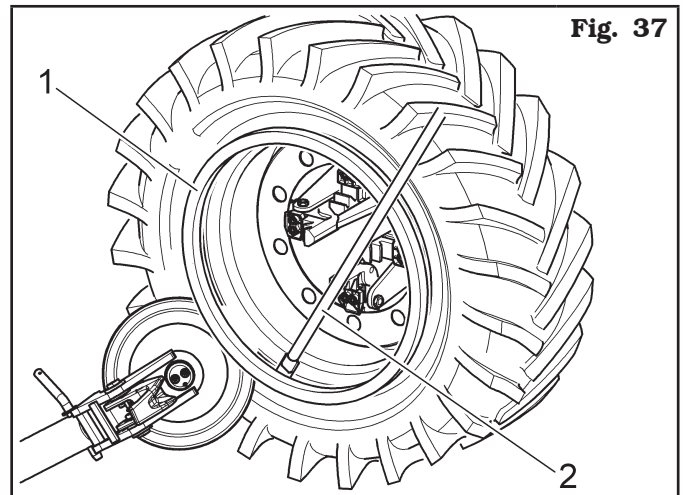

Fig. 37
- Répéter l'opération en faisant avancer le disque décolle-pneus contre la tringle (voir Fig. 37) jusqu'à libérer l'anneau de blocage (Fig. 37 réf. 1). Il sera ensuite extrait par le levier (Fig. 37 réf. 2).